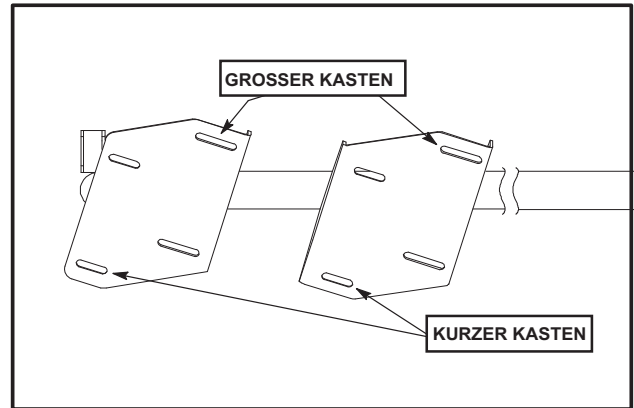
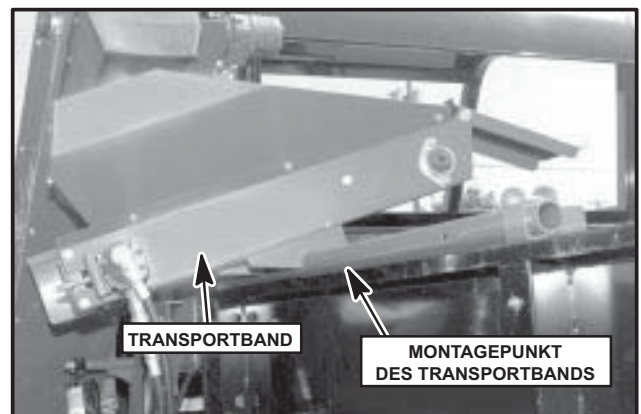

Abbildung 32
Abbildung 33
7. Bringen Sie das Transportelement am zugehörigen Befestigungspunkt an. Positionieren Sie das Transportelement auf den Montageplatten. Verwenden Sie dazu Abbildung 32 als Orientierung, abhängig davon, mit welchem Kasten Ihr Fahrzeug ausgestattet ist.
8. Sichern Sie die Verbindung mit vier (4) M8-1,25 x 25 Flanschschrauben (Teilenummer 452389) und vier (4) M8-1,25 Stopfmuttern (Teilenummer 450453). Verschieben Sie das Transportelement, bis die Schrauben sich an der Rückseite der Nut befinden und ziehen Sie die Befestigungselemente an.
10. Um die Transportvorrichtung einzustellen, lösen Sie bitte die vier (4) Montageschrauben der Transportvorrichtung und verschieben Sie das Band in die gewünschte Position. Ziehen Sie die Befestigungselemente an, sobald das Transportband richtig positioniert ist (siehe Abb. 33).